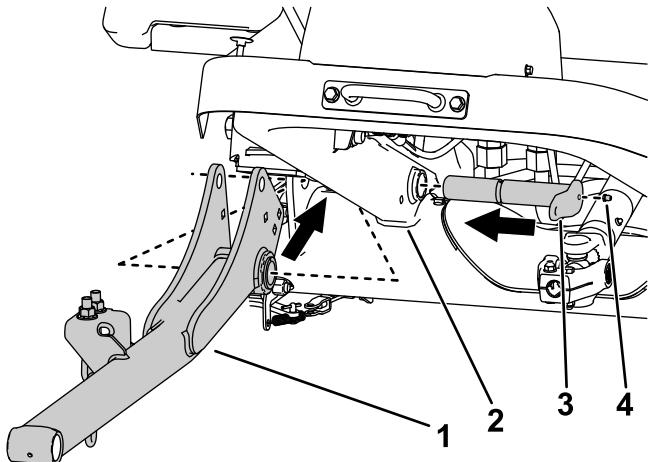

図 5
2. 大きいピン 2 本を使用して昇降アームをマシンのフレームに取り付ける図 5。
3. 大きいピンにグリスフィッティングを取り付ける図 5。